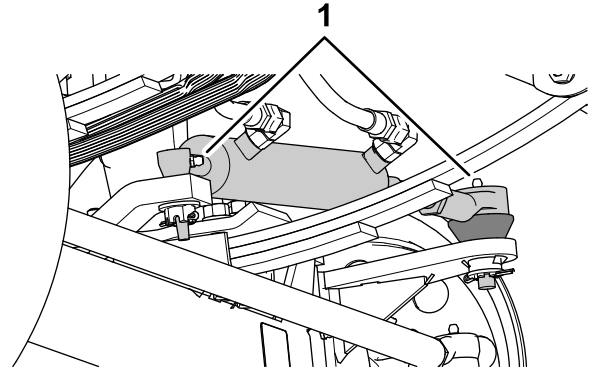
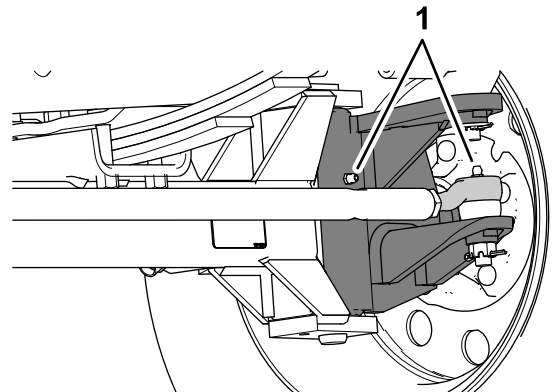

Bild 71
Bild 72
1. Wischen Sie die Schmiernippel mit einem sauberen Lappen ab (**Bild 71** und **Bild 72**).
2. Pressen Sie Fett in die Schmiernippel (**Bild 71** und **Bild 72**).
Hinweis: Die Positionen der Schmiernippel sind in **Bild 71** abgebildet.